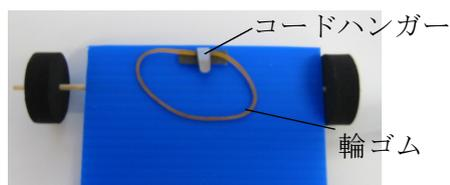

図3 コードハンガーにかけた輪ゴム
- 5 方法4の段ボールプラシートの裏側に，両面テープでコードハンガーを取り付け，輪ゴムをかける(図3)。